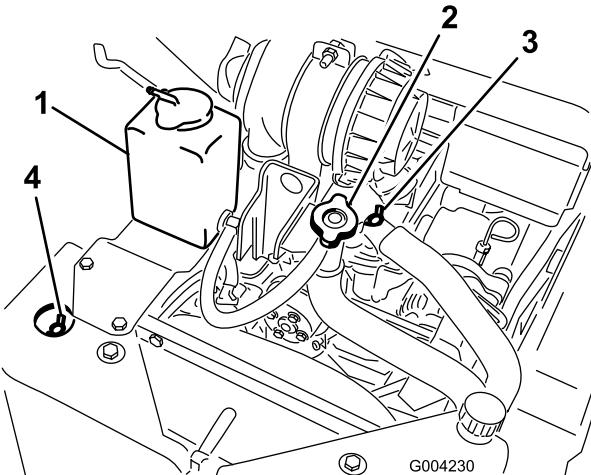

Bild 21
- A. Nehmen Sie den Verschlussdeckel ab (Bild 21).
- Öffnen Sie das vordere und obere Entlüftungsventil für das Kühlmittel (Bild 21).
- Füllen Sie Kühlmittel in den Einfüllstutzen ein, bis das Kühlmittel aus dem vorderen Entlüftungsventil für das Kühlmittel tritt (Bild 21).
- Schließen Sie das vordere Entlüftungsventil für das Kühlmittel (Bild 21).
- Füllen Sie Kühlmittel in den Einfüllstutzen ein, bis das Kühlmittel aus dem oberen Entlüftungsventil für das Kühlmittel tritt (Bild 21).
- Schließen Sie das obere Entlüftungsventil für das Kühlmittel (Bild 21).
- Füllen Sie Kühlmittel in den Einfüllstutzen, bis der Kühlmittelstand am Einfüllstutzen liegt (Bild 21).
- Setzen Sie den Verschlussdeckel auf (Bild 21).
- Füllen Sie Kühlmittel in das Ausdehnungsgefäß, bis der Stand an die Voll-Linie an der Seite des Behälters liegt (Bild 21).